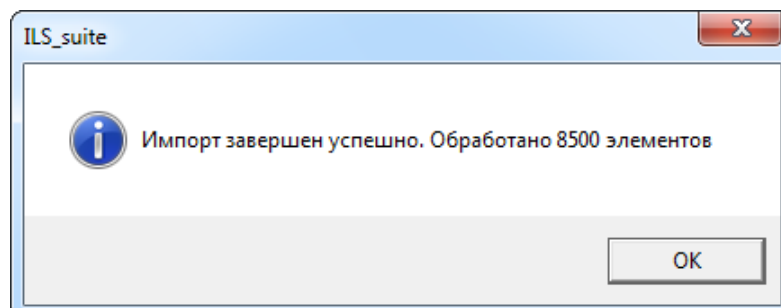

Рис. 25-54 – Информационное сообщение о завершении импорта
7) Для выполнения процедуры импорта нажать кнопку «Импорт». После его завершения откроется информационное окно, представленное на рис. 25-54.